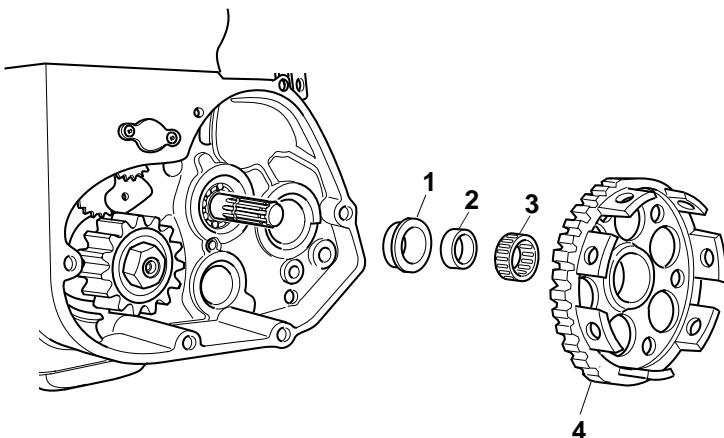

Fig. 39
1. Inserire dal lato cuscinetto (Fig. 39) la ranella "1" di spessore **3,6 mm.** (nel verso illustrato in figura) e il distanziale "2".
2. Posizionare in sede la gabbia a rullini "3" (Fig. 39) avendo l'avvertenza di lubrificarla con olio prima del montaggio .
3. Infilare la campana "4" nel verso indicato in fig. 39(dentatura sull'interno).
1. To install from bearing side(Fig. 39) the washer " 1" of thickness **3,6 mm.** (in to direction illustrated in figure) and the spacer " 2".
2. To install in seat the bearing at rollers " 3" (Fig. 39) then to lubricate with oil before of assembly.
3. To install the clutch housing " 4" in to direction indicated in fig. 39(the gear teeth on the inside).
1. Scheibe "1" von **3,6 mm** Dicke (siehe Richtung Abb.39) von der Lagerseite sowie Distanzstück "2" einsetzen.
2. Nadelkäfig "3" (Abb.39) in seinen Sitz legen: vor Montage den Käfig ölen.
3. Gehäuse "4" in die Richtung (Abb.39) einsetzen (Verzahnung im Innern).
1. Insérer du côté roulement (fig.39) la rondelle "1" d'épaisseur **3,6 mm.** dans la direction de la figure et l'entretoise "2".
2. Placer la cage à rouleaux "3" (fig. 39) dans son siège: avant le montage lubrifier la cage avec huile.
3. Monter la cage d'embrayage "4": voir fig.39 (denture dans l'intérieur).